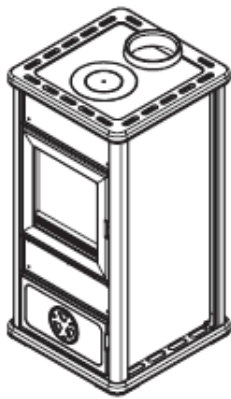

fig. 1
- Установка печи (Рис. 1) производится на достаточном расстоянии от горючих материалов и предметов; расстояние от боковых стенок печи до мебели должно составлять не менее 80 см и до стен не менее 10 см. Расстояние указано для мебели и стен негорючего типа или имеющих характеристики, позволяющие выдержать повышение температуры в помещении до 80°, не опасаясь их перегрева, который может явиться причиной их самовозгорания. Циркуляция воздуха в образовавшихся зазорах вокруг печи обеспечивает эффективную вентиляцию и повышает КПД по выработке тепла.